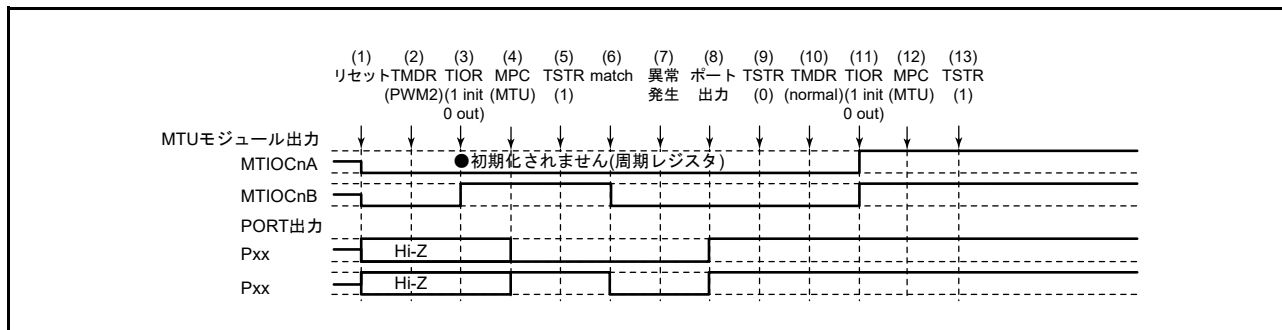

図 19.155 PWM モード 2 で異常が発生し、ノーマルモードで復帰する場合
PWM モード 2 で異常が発生し、再設定後ノーマルモードで再スタートする場合の説明図を図 19.155 に示します。
(1) ～ (9) は図 19.155 と共通です。
(10) PWM モード 1 を設定します。
(11) TIOR レジスタで端子を初期化してください (PWM モード 1 では MTIOcNB (MTIOcND) 端子に波形が出力されません。出力すべきレベルがある場合は、I/O ポートのポート方向レジスタ (PDR)、ポート出力データレジスタ (PODR) で汎用出力ポートの設定をしてください)。
(12) MPC と I/O ポートのポートモードレジスタ (PMR) で MTU 出力としてください。
(13) TSTR レジスタで再スタートします。
(15) PWM モード 2 で動作中に異常が発生し、PWM モード 2 で再スタートする場合の動作
(10) PWM モード 2 で再スタートする場合には必要ありません。
(11) TIOR レジスタで端子を初期化してください (PWM モード 2 では周期レジスタに使用した TGR レジスタに対応する端子に波形が出力されません。出力すべきレベルがある場合は、I/O ポートのポート方向レジスタ (PDR)、ポート出力データレジスタ (PODR) で汎用出力ポートの設定をしてください)。
(13) TSTRA レジスタで再スタートします。
(16) PWM モード 2 で動作中に異常が発生し、位相計数モードで再スタートする場合の動作
(10) 位相計数モードを設定します。
(11) TIOR レジスタで端子を初期化してください。
(17) 位相計数モードで動作中に異常が発生し、ノーマルモードで再スタートする場合の動作